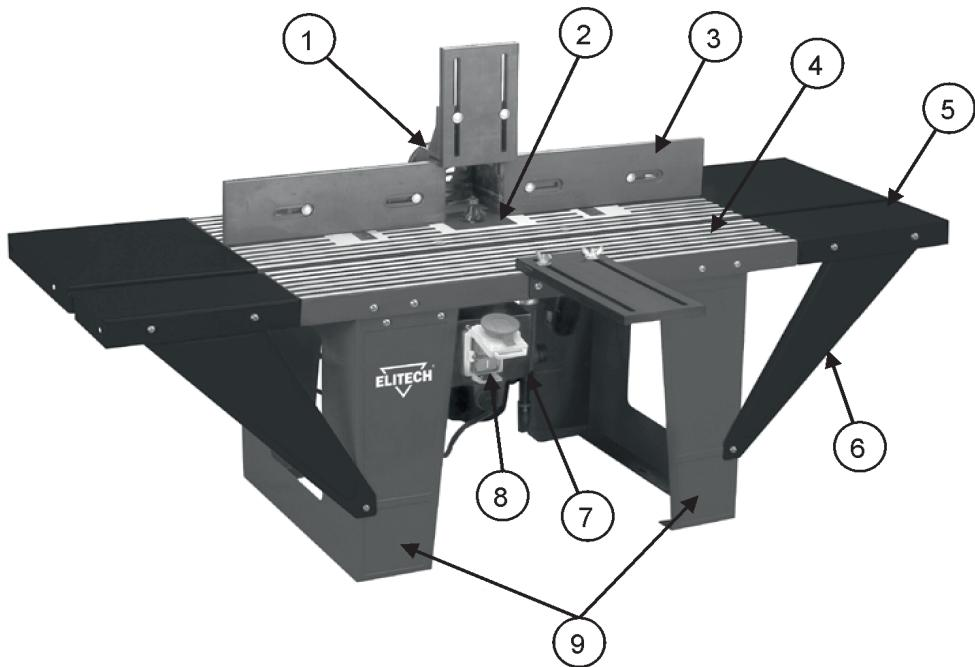
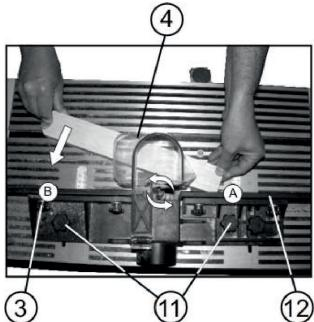

Рис. 1
Рис. 7
## Несквозное фрезерование (Рис. 7, 8, 9)
Остановите глубину фрезерования, положение надежно зафиксируйте крепежными винтами (11), Рис.7. Нажмите зеленую кнопку выключателя (8), Рис.1 фрезерного стола.